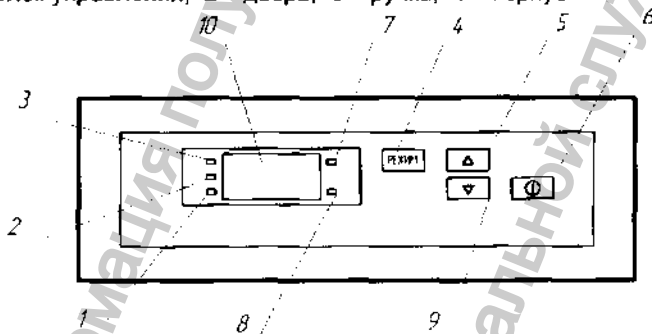

Рисунок 2. Расположение органов управления стерилизатором на блоке управления
Управление процессом стерилизации осуществляется с панели блока управления (см. рис. 2). Датчик температуры размещён внутри стерилизационной камеры и подключен к плате управления и индикации. Термодатчик реле температуры, предназначенного для защиты медицинских изделий от перегрева при неисправностях в электрической схеме, размещен на задней стенке.
2.3.3. Включить вводной аппарат. На блоке управления загорится индикатор (поз. 7, рис. 2), показывающий текущую температуру в стерилизационной камере.
В алгоритм управляющей программы стерилизатора заложена возможность автоматического запуска прерванной (в результате кратковременного пропадания питающего напряжения) программы. Если после включения произошел автоматический запуск программы, то для ее остановки необходимо нажать на поле "Ⓢ" (поз. 7, рис.2) и удерживать в течение 3 секунд.
2.3.5 Для запуска выбранной программы кратковременно (не более 2 сек) нажать на поле "①" (поз.7, рис. 2). При этом включится вентилятор принудительной циркуляции воздуха внутри стерилизационной камеры и стерилизатор перейдет в фазу «ПОДГОТОВКА». Информационное табло индицирует изменение температуры в камере. Происходит нагрев до установленного значения температуры.
При необходимости запущенную программу можно остановить, нажав на поле "①" (поз.7, рис.2) и удерживать в течение 3 секунд. Эту остановку можно выполнить в любой фазе стерилизации.
2.3.6 При достижении заданной температуры стерилизатор переходит в фазу «СТЕРИЛИЗАЦИЯ». Включается светодиодный индикатор "СТЕРИЛИЗАЦИЯ" (поз.3, рис. 2), информационное табло попеременно индицирует время выдержки и текущую температуру в камере. Происходит выдержка при заданной температуре, по истечении которой стерилизатор переходит в фазу «ОХЛАЖДЕНИЕ».
2.3.7 В фазе «ОХЛАЖДЕНИЕ» индикатор продолжает показывать изменение температуры в камере и горит индикатор "ОХЛАЖДЕНИЕ" (поз.2,рис. 2). Температура в камере падает..
2.3.8 При понижении температуры до  $75^{\circ}\text{C}$  гаснет индикатор "ОХЛАЖДЕНИЕ", загорается индикатор "ВЫГРУЗКА" (поз.1, рис. 2) и звучит непрерывный звуковой сигнал, который выключается пользователем путем нажатия на поле "①" (поз.7, рис.2) и удерживанием в течение 3 секунд.